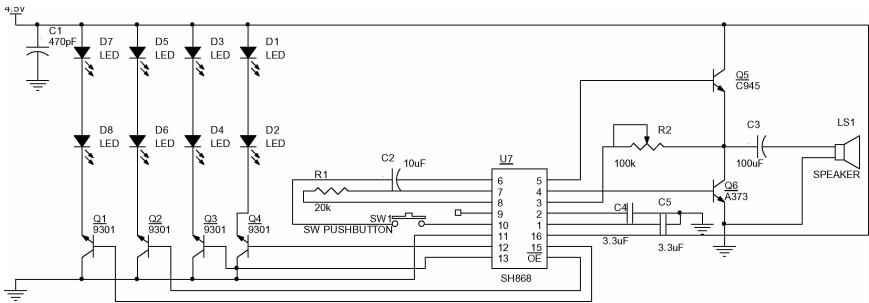

图 12-64 原理图文件
1. 打开文件。选择菜单栏中的 “File（文件）” → “Open（打开）” 命令或单击 “Capture” 工具栏中的 “Open document（打开文件）” 按钮，选择将要打开的文件 “Music Flash Light.dsn”，将其打开，原理图如图 12-64 所示。